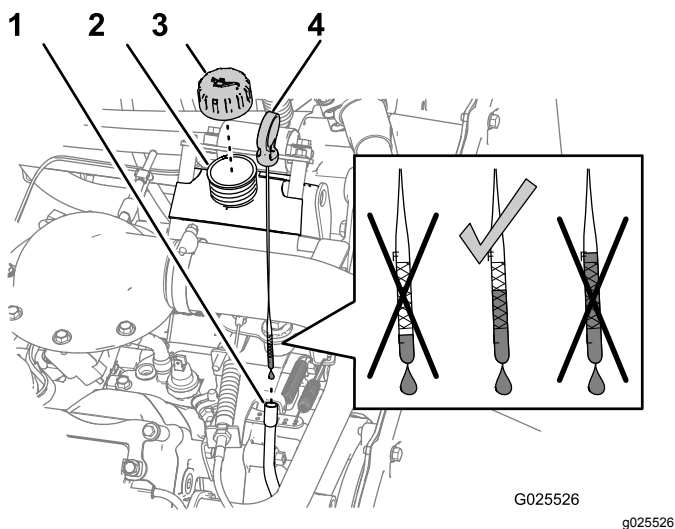

Figura 42
4. Togliete l'asta di livello ed asciugatela con un panno pulito (Figura 42).
- Rimuovete l'asta e controllate il livello dell'olio (Figura 42).
- Se il livello dell'olio è basso, togliete il tappo di rifornimento (Figura 42) e versate dell'olio fino a portarne il livello alla tacca Full sull'asta.
- Montate il tappo di riempimento sul bocchettone di riempimento (Figura 42).
- Inserite saldamente l'asta di livello (Figura 42).